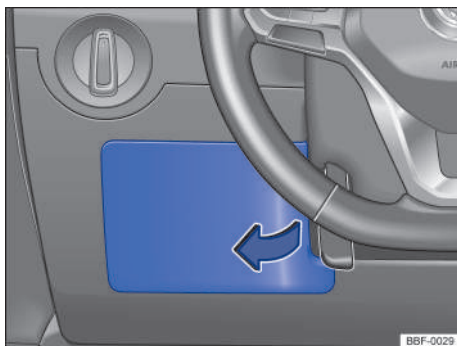

Fig. 156 Del lado del conductor en el panel de instrumentos: cubierta de la caja de fusibles.
- Sostener la cubierta de la caja de fusibles → **fig. 156** y tirar hacia adelante.